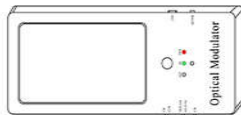

图1
1. CW/CCW是拨动开关,它是确定主机3D位置(水平)相对方向.在有字的一面面向您,同时3D指示灯亮(3D状态)起时,当开关拨向CCW时,LCD转向您的左手边(图1);当开关拨向CW时,LCD会转向您的右手边(图2).